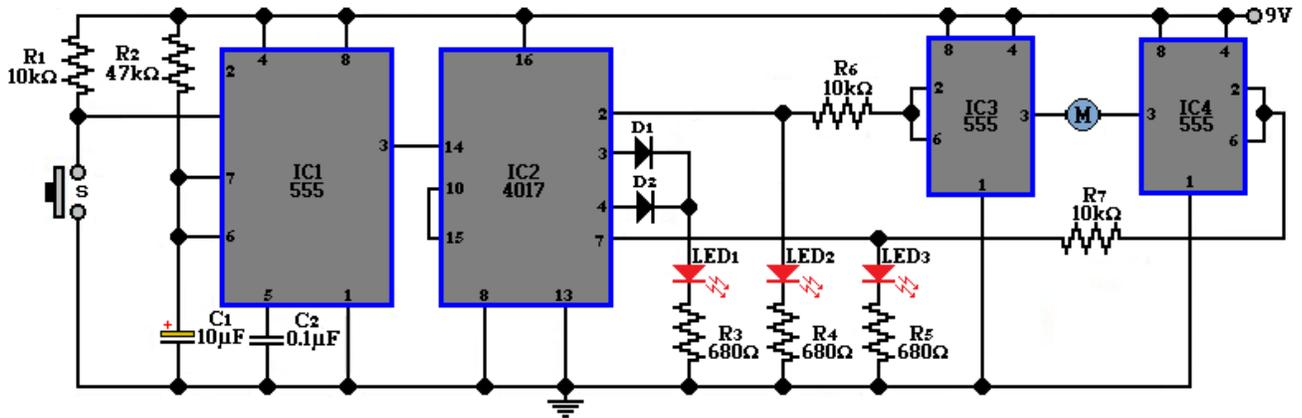

Figura 3.1
2. Explique detalladamente el funcionamiento de cada uno de sus elementos que conforman el circuito de la figura 3.1, éste deberá ser entregado al profesor del laboratorio al inicio del mismo.
1. Arme el circuito mostrado en la figura 3.1.